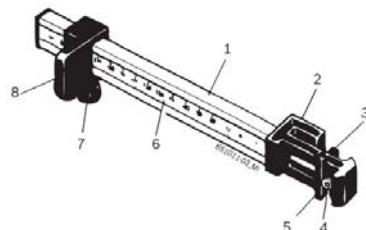

Рис. 8. Ручной штангенциркуль:
2. Установите требуемый приклеивающийся балансировочный грузик в щипцы для наружных грузиков (рис. 8, поз. 5).
5. Установите второй требуемый приклеивающийся балансировочный грузик в щипцы для внутренних грузиков (рис. 8, поз. 3).